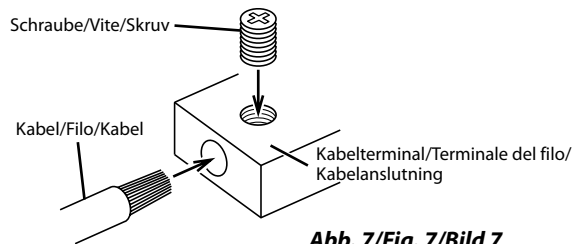

Abb. 7/Fig. 7/Bild 7
3. Ziehen Sie die Schraube mit dem Sechskantschlüssel (mitgeliefert) an, um das Kabel sicher zu befestigen. (Abb. 7)
3. Serrate la vite installata con la chiave esagonale (in dotazione) per fissare il filo in posizione. (Fig. 7)
3. Dra åt stoppskruven med sexkantsnyckeln (ingår) för att säkra kablarna. (Bild 7)